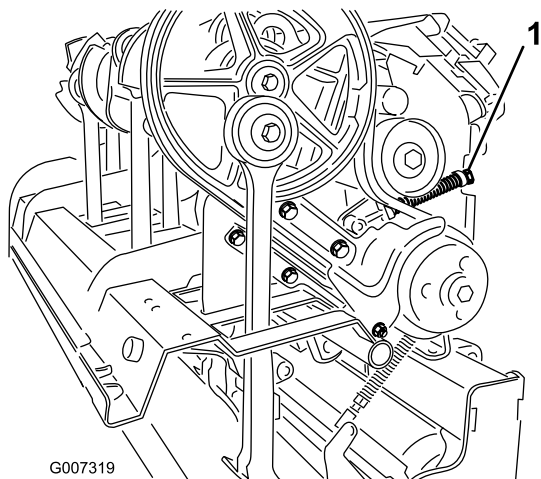

Figura 38
4. Para libertar a tensão da mola intermediária, desaperte a porca de bloqueio que fixa o protetor da mola (Figura 38) e rode o protetor.